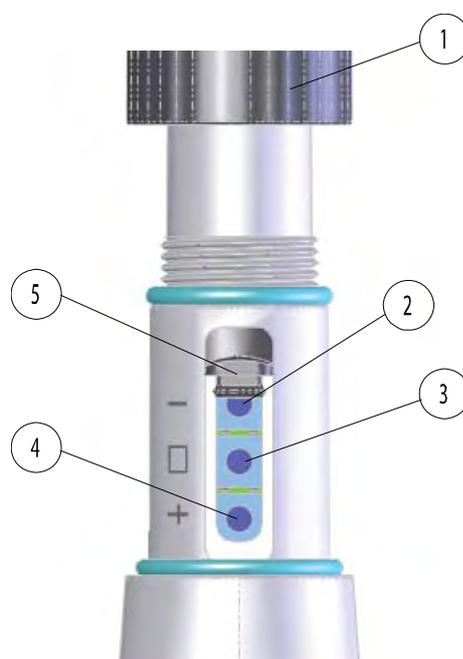

図 22 HMP155 調整ボタン
3. HMP155 プローブから保護カバーを取り外し、校正シールを外して調整ボタンを表に出します。55 ページの図 22 を参照してください。
2. HMP155 プローブから保護カバーを取り外し、校正シールを外して調整ボタンを表に出します。55 ページの図 22 を参照してください。